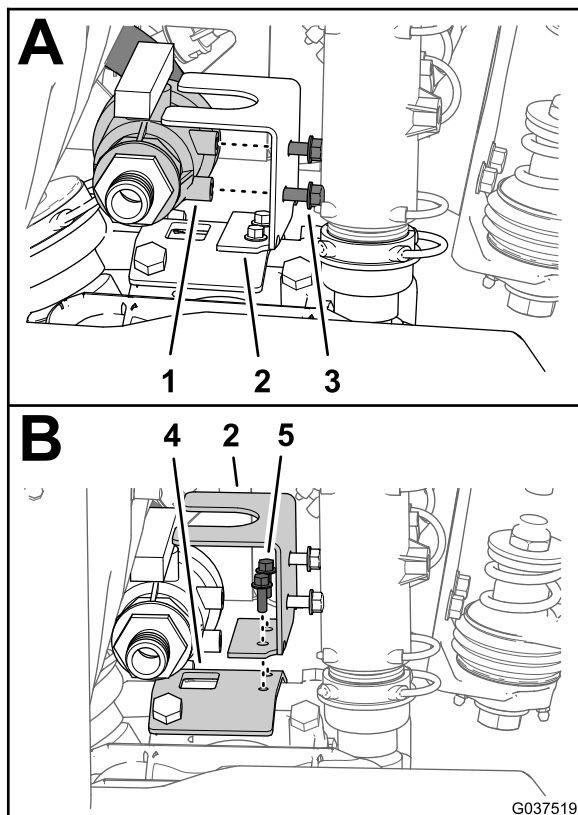

Рисунок 34
1. В верхней части насоса опрыскивателя отверните два болта с фланцевыми головками (5/16 x 3/4 дюйма), которые крепят дроссельный клапан перемешивания к кронштейну дроссельного клапана (Рисунок 34).
2. Отверните два болта с фланцевыми головками (1/4 x 3/4 дюйма), которые крепят кронштейн дроссельного клапана к кронштейну насоса опрыскивателя, и снимите кронштейн с машины (Рисунок 34).